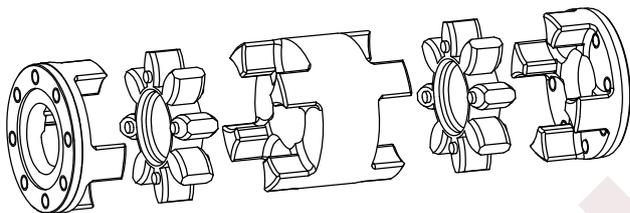

Рис. 12: Монтаж поводковых фланцев, зубчатых венцов и DKM-вставки
- Соедините поводковые фланцы, зубчатые венцы и специальную DKM-вставку (см. рис. 12).